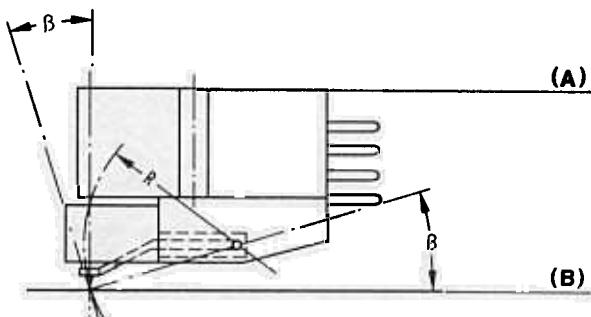

Fig. 3
- Die internationale Norm schreibt einen Bereich von  $\beta = 20^\circ$  bis  $25^\circ$  vor (Fig. 3).
- The international standard specifies an angular range of  $20^\circ \leq \beta \leq 25^\circ$  (fig. 3).
- La norme internationale prescrit un angle de  $20^\circ$  à  $25^\circ$  (fig. 3).
- De internationale norm schrijft een vertikale aftasthoek van  $\beta = 20^\circ$  tot  $25^\circ$  voor (Fig. 3).
- Las normas internacionales esriben un campo, entre  $20^\circ$  y  $25^\circ$  (fig. 3).
- Enligt internationell norm skall den ligga inom ett område av  $= 20^\circ$  till  $25^\circ$  (fig. 3).